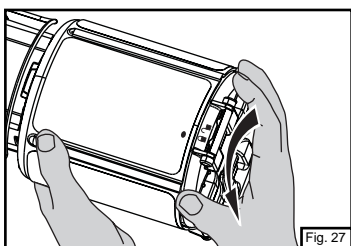

Fig. 27
- ⇒ Desenganche el estuche inferior para cargar y sepárelo del estuche superior para cargar. (Fig. 27)